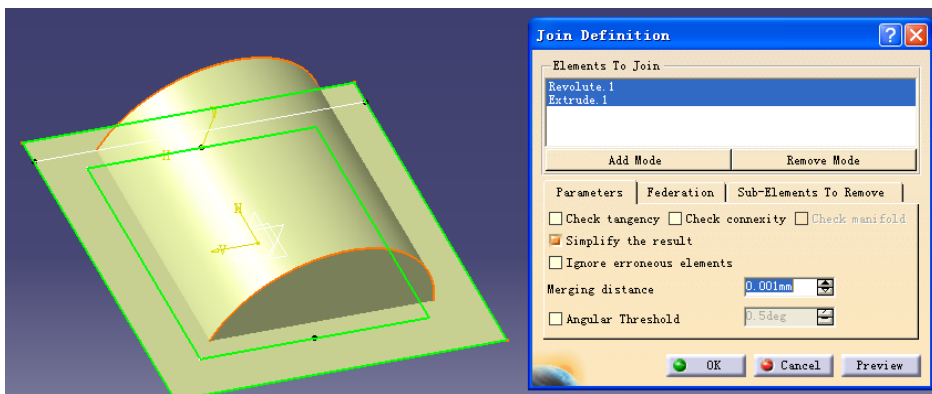

图 4-50
(2) 点击  键后，选择两个面，按 Simplify the result，Tree 中可以确认连接（见图 4-50）。